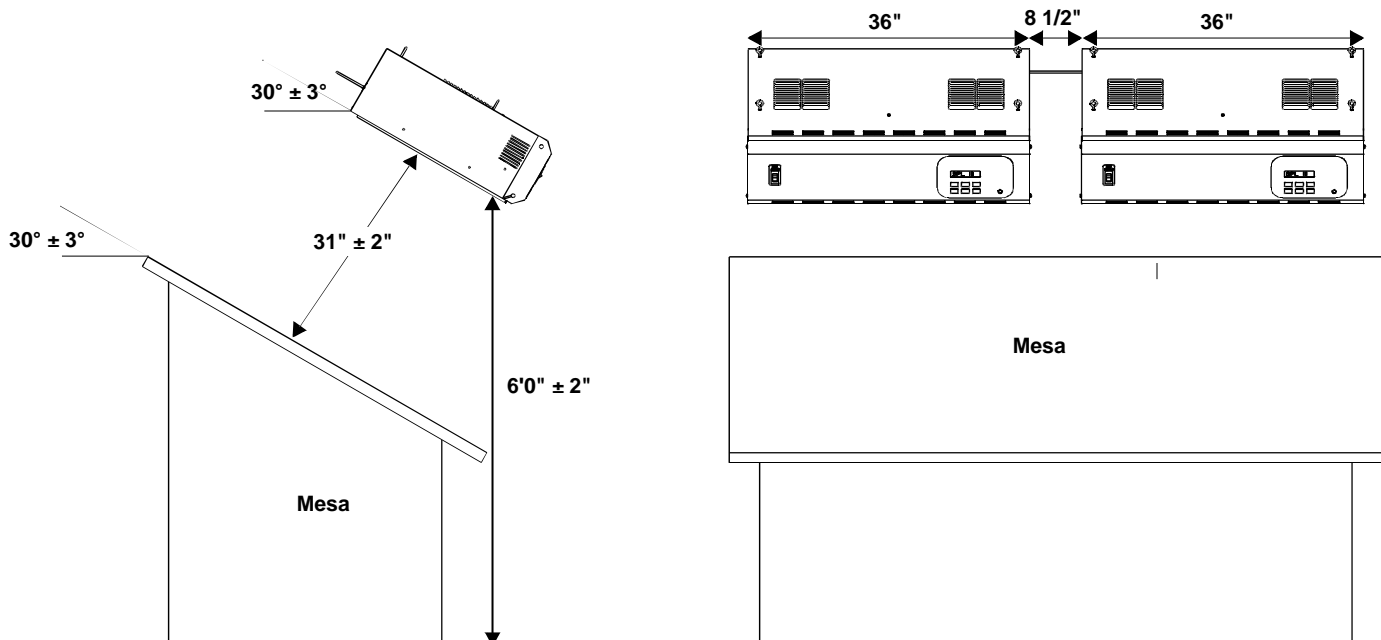

Figura 10. Instalación recomendada de la luminaria de techo
3. Sujete cadenas (no incluidas) a cada armella y cuelgue la(s) unidad(es) a la altura y al ángulo adecuados sobre el área de trabajo. Al instalar la luminaria deje un espacio de al menos 60 cm entre la unidad y las paredes. Consulte la Figura 10.